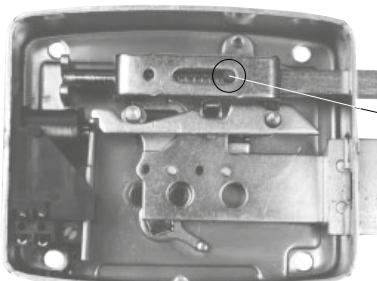

Fig.1
- A fechadura está preparada para portas pesadas. Para diminuir o esforço de fecho, em portas leves, retirar simplesmente o perno vermelho **fig.1**.
- The lock is set for heavy doors. When used on light doors, remove the red pin to smoothen the closing of door **fig.1**.